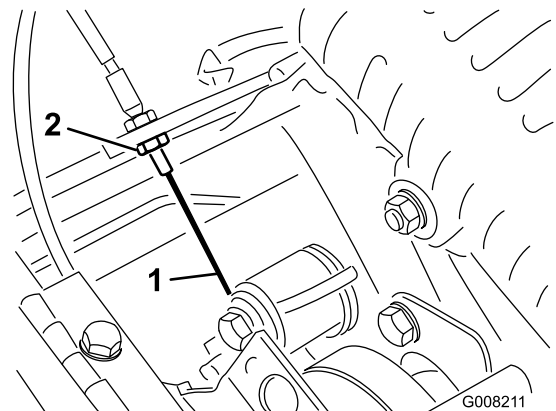

Рисунок 42
3. Чтобы увеличить натяжение троса, ослабляйте переднюю зажимную гайку троса и затягивайте заднюю зажимную гайку троса (Рисунок 42), пока на рычаге управления тягой не будет получено усилие 3 – 4 кг.